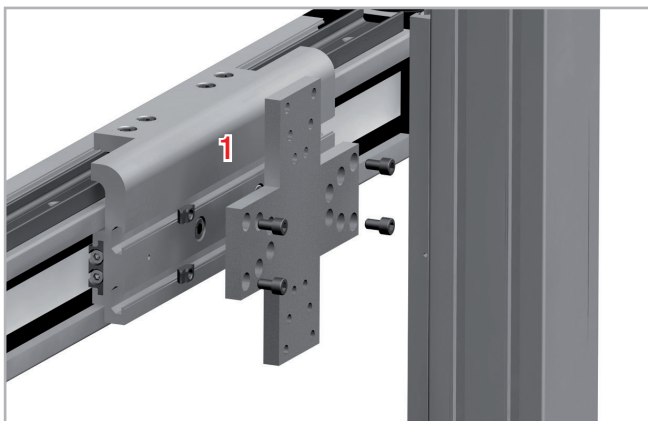

Рис. 96
1. Ввести винты с одной стороны в подготовленные для этого в соединительной пластине отверстия (см. Рис. 96).